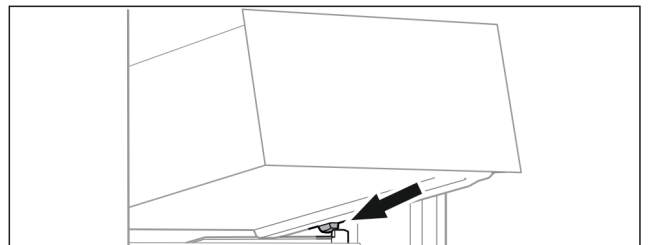

Fig. 72
- ▶ Applicare il cassetto inclinandolo dietro i fermi sulla nervatura del contenitore. (vedere Fig. 72)